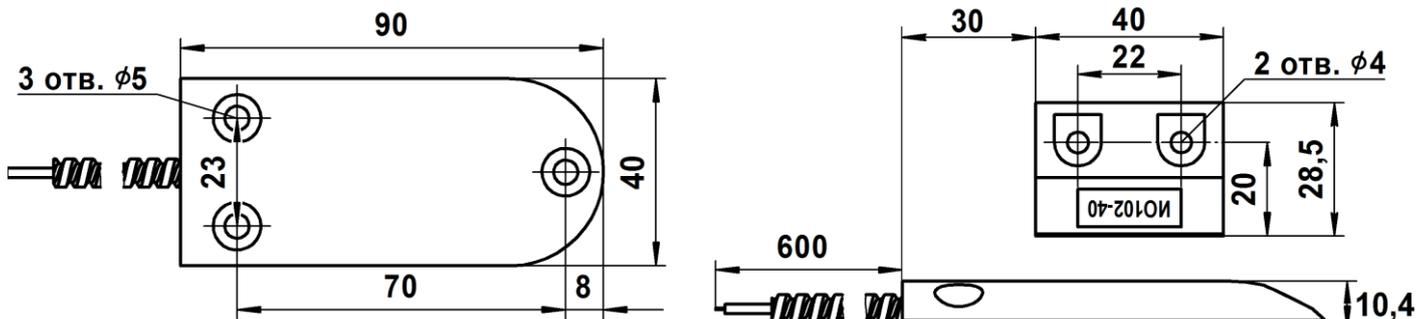
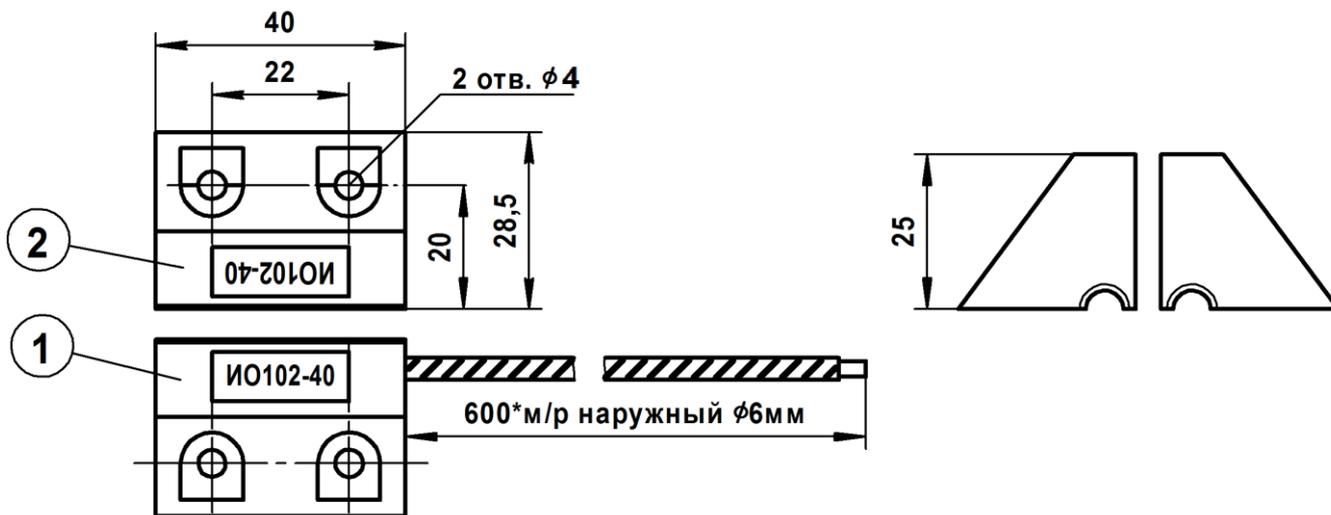

Рис.1
Рис.2
| 1 | ИО102-40 А2П | Рисунок 1 | с двумя контактами (рис.3а) | пластик | (1) без рукава |
| 2 | ИО102-40 А3П | Рисунок 1 | с тремя контактами (рис.3б) | пластик | (1) без рукава |
| 3 | ИО102-40 А2М | Рисунок 1 | с двумя контактами (рис.3а) | металл | (3) металл |
| 4 | ИО102-40 А3М | Рисунок 1 | с тремя контактами (рис.3б) | металл | (3) металл |
| 5 | ИО102-40 Б2П | Рисунок 2 | с двумя контактами (рис.3а) | пластик | (1) без рукава |
| 6 | ИО102-40 Б3П | Рисунок 2 | с тремя контактами (рис.3б) | пластик | (1) без рукава |
| 7 | ИО102-40 Б2М | Рисунок 2 | с двумя контактами (рис.3а) | металл | (3) металл |
| 8 | ИО102-40 Б3М | Рисунок 2 | с тремя контактами (рис.3б) | металл | (3) металл |
| 9 | ИО102-40 Б2П В | Рисунок 2 | с двумя контактами (рис.3а) | пластик | Винтовые клеммы |
| 10 | ИО102-40 Б2М В | Рисунок 2 | с двумя контактами (рис.3а) | металл | Винтовые клеммы |
| 11 | ИО102-40 А2М К | Рисунок 1 | с двумя контактами (рис.3а) | металл | (3) металл |
1.13 Расположение и диаметр крепежных отверстий ИО102-40 приведены на рис.1 и рис.2.